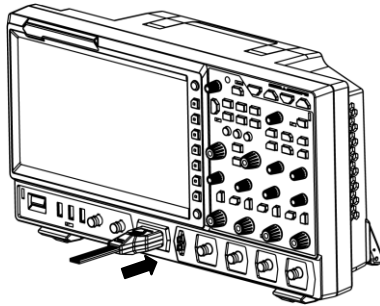

图 9 连接逻辑探头
1. 将逻辑探头输出端按正确的方向连接至示波器前面板的数字通道输入端，如图 9 所示。